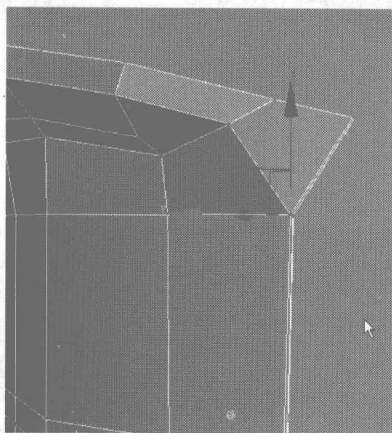

图 4.307
- 11** 分别选择该物体的一些曲线，对其进行适当的倒角，制作出平滑的倒角边缘效果，如图 4.307 所示。